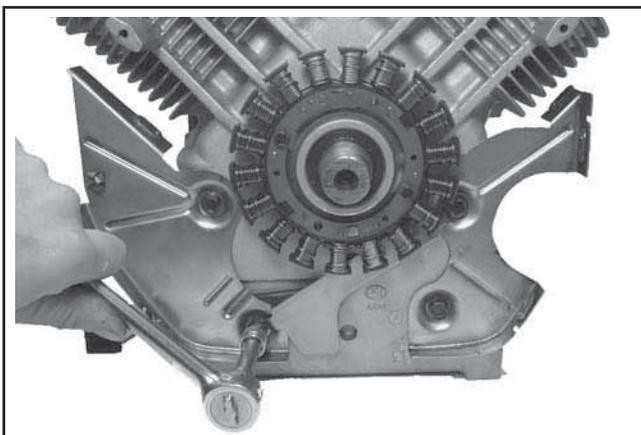

Figure 9-64. Enlèvement des plaques d'appui et de la bride du câble du stator.
1. Retirer les quatre vis hexagonales à embase fixant les plaques d'appui et la bride du câble du stator (si de dotation). Voir la Figure 9-64. Retirer les plaques d'appui et la bride du câble du stator.